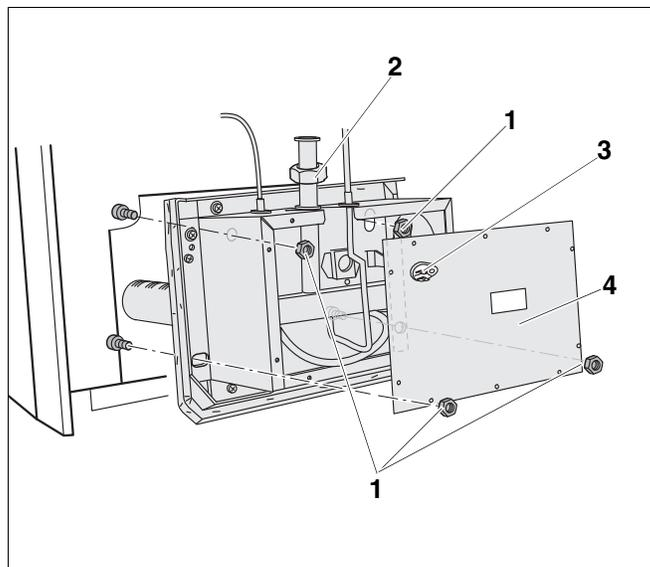

Fig. 39 Démonté le brûleur
6. Desserrer le raccord-union (→ fig. 39) entre le bloc gaz et le caisson du brûleur. Conserver le joint du tuyau de raccordement du gaz dans un lieu sûr.